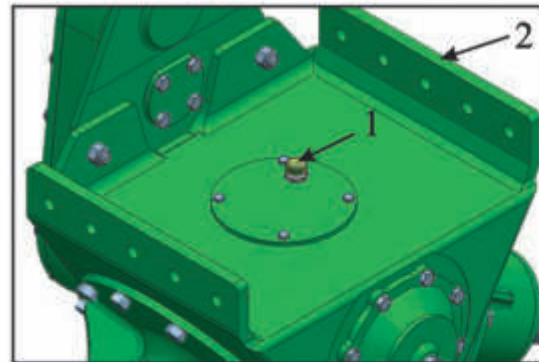

Fig.34
2. Inserire attraverso il tappo di carico (n°1 di fig. 34) circa 15 litri di gasolio e far ruotare lentamente il gruppo agendo manualmente sul disco per circa 10 minuti.
2. Über die Nachfüllverschlüsse (Nr. 1 Abb. 34) ca. 15 Liter Dieselöl eingeben und die Einheit durch 10 Minuten langes Drehen der Scheibe etwas bewegen.